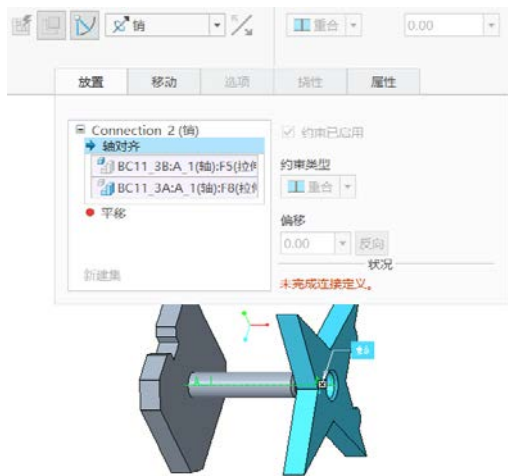

图 11-28 定义轴对齐
- 4 打开“放置”面板，首先定义“轴对齐”约束。在组件中选择 A_1 特征轴，接着在“bc11_3b.prt”元件中也选择 A_1 轴，如图 11-28 所示。